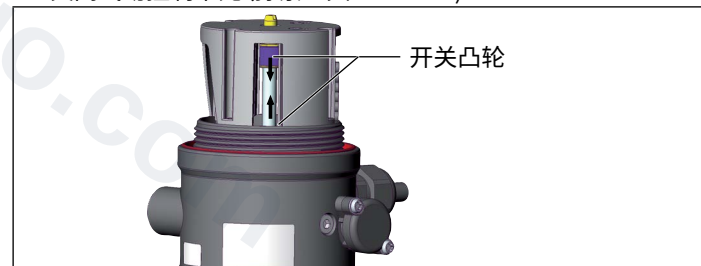

图28: 调整微动开关和接近开关
- 如果需要, 仍然可以对开关点进行微调: 使用螺丝刀将开关凸轮推向中间 (参见“图28”)。